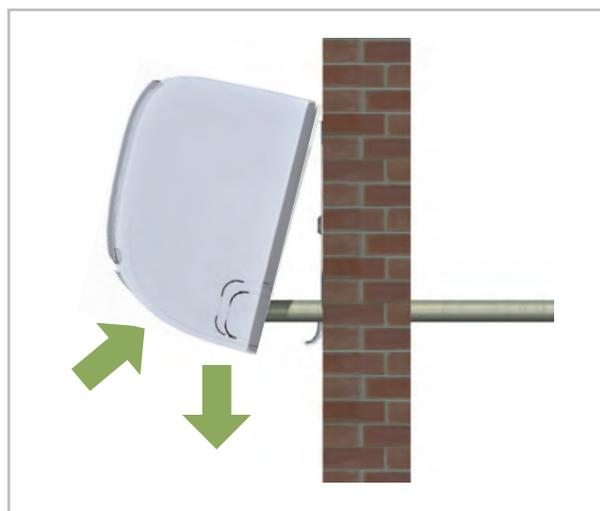

Fig. 29: Orientation horizontale
5. ➤ Vérifiez une nouvelle fois l'horizontalité de l'appareil. (Voir la Fig. 29)